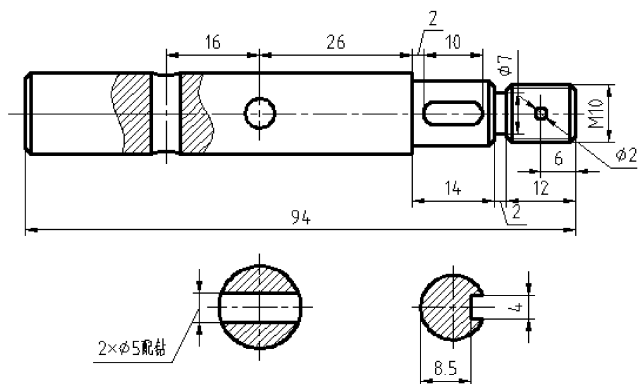

图 9-119 修改视图中的标注文字位置
(2) 方法同前，单击“默认”选项卡“注释”面板中的“标注样式”按钮，分别修改泵轴视图中的尺寸“ $2 \times \phi 5$ 配钻”及“2”。结果如图 9-119 所示。